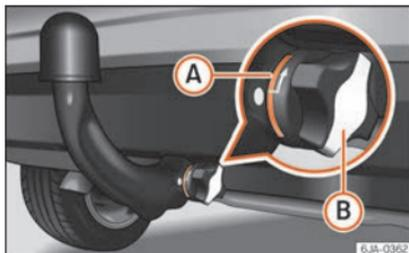

Fig. 238 Sujeción correcta de la barra de cabeza esférica.
- La marca roja **A** »» fig. 238 en la ruedecilla manual señala hacia la marca blanca en la barra de cabeza esférica.